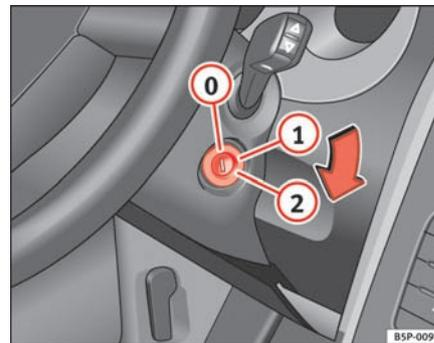

Fig. 99 Posiciones de la llave de contacto
En esta posición ⇒ fig. 99 el encendido y el motor están desconectados pudiéndose bloquear la dirección.
- Gire la llave de contacto hasta la posición ⇒ página 139, fig. 99 . El testigo  se encenderá en caso de precalentamiento del motor.
- Gire la llave de contacto a la posición ⇒ página 139, fig. 99 .